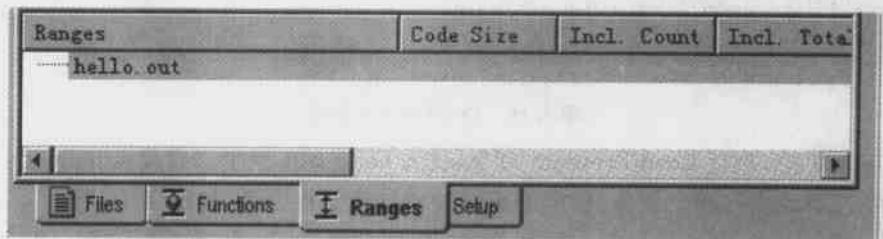

图 4.20 Ranges 窗口
(5) 单击 Ranges 标签,将显示除函数以外的所有区域的剖析。由于在 hello.out 程序中所有代码都在 main 函数中,所以 Ranges 窗口中没有任何显示,如图 4.20 所示。